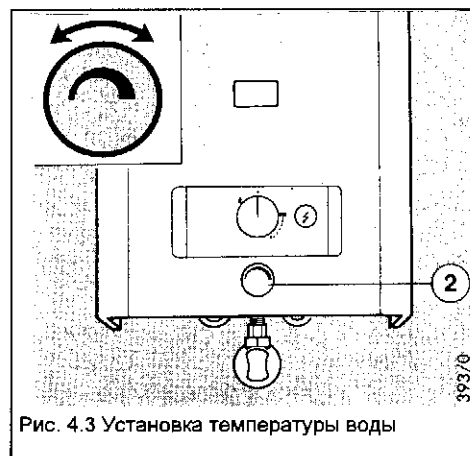

Рис. 4.3 Установка температуры воды
4.3 Установка температуры воды (рис. 4.3)